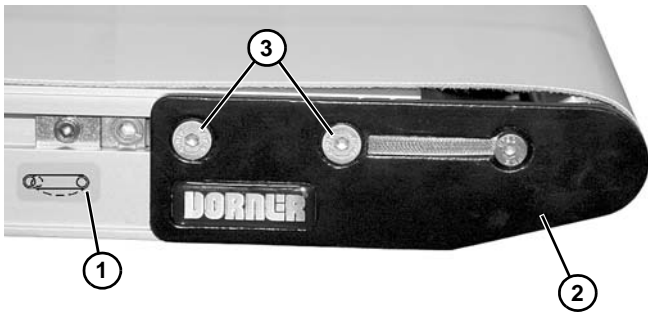

Figura 43
2. En el extremo tensor del transportador, identificado con  una etiqueta (**Figura 43, artículo 1**), empuje e inserte el conjunto de la placa del cabezal (**Figura 43, artículo 2**): En ambos lados del transportador, afloje los tornillos de sujeción (**Figura 43, artículo 3**) y empuje hacia dentro el conjunto de la placa del cabezal.